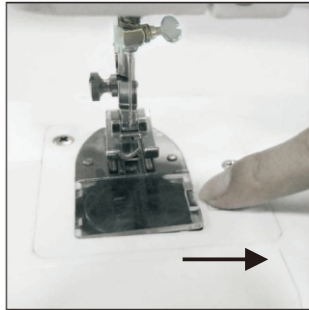

Fig.7
1. Käännä puolansuoja oikealle ja poista suoja (fig.7).